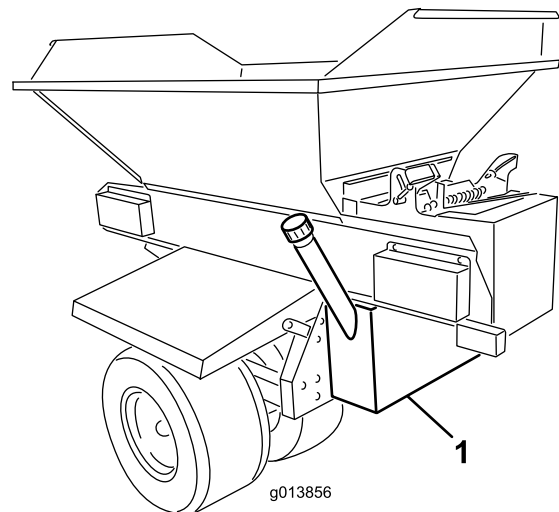

Figura 1
4. Sostenete da sotto il serbatoio idraulico e posizionate contro il lato posteriore del telaio del ProPass. Il serbatoio dovrebbe essere centrato in modo uniforme da sinistra a destra e posizionato verticalmente (Figura 1).